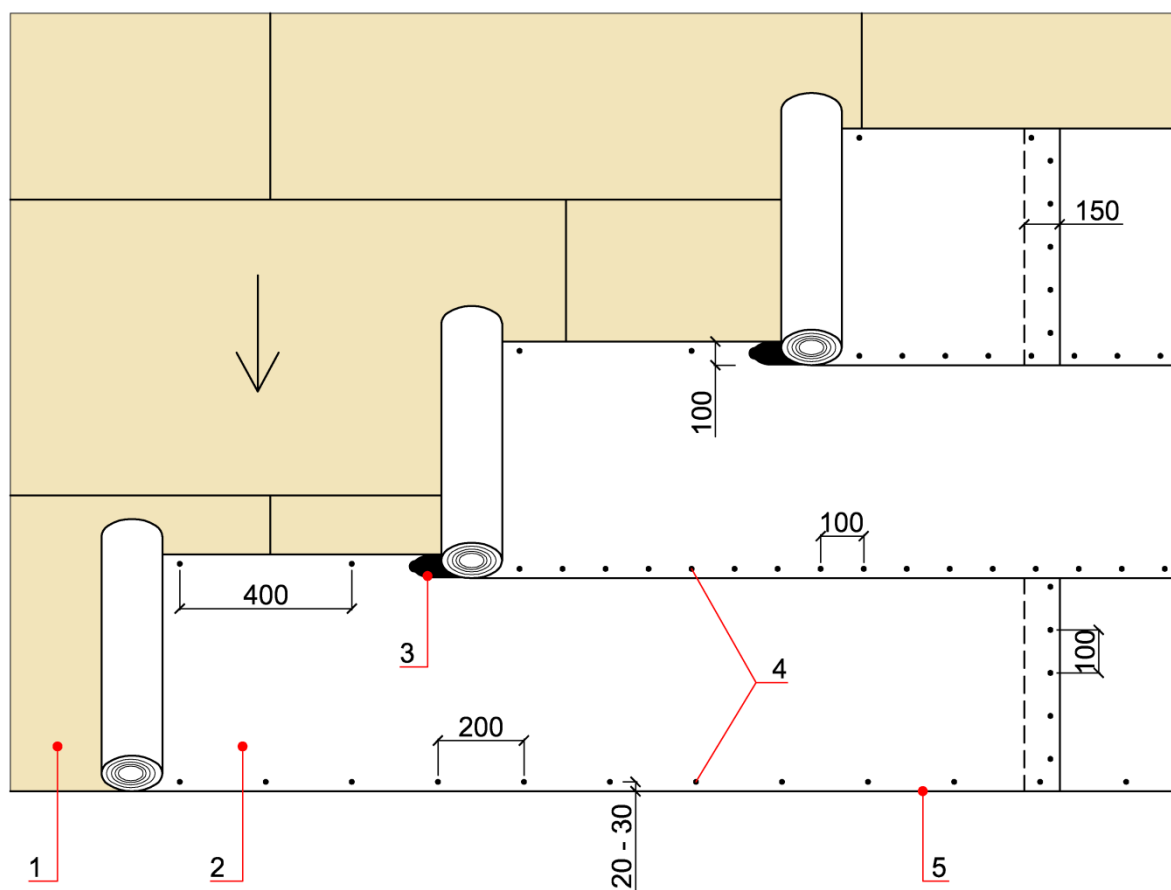

Рис. 1
1.2.1. На основание под гибкую черепицу укладывается подкладочный ковер ICOPAL K-EL или Fel'X по всей поверхности ската (**Рис. 1**). Подкладочный ковер укладывается снизу вверх параллельно карнизному свесу кровли с перехлестом 100 мм в продольном направлении и 150 мм – в поперечном. Верхний край подкладочного ковра крепится к основанию с помощью кровельных гвоздей с интервалом 400 мм, нижний край – с интервалом 100 мм, при этом подкладочный ковер должен быть уложен ровно, без складок. Перехлесты герметизируются битумной мастикой ICOPAL.